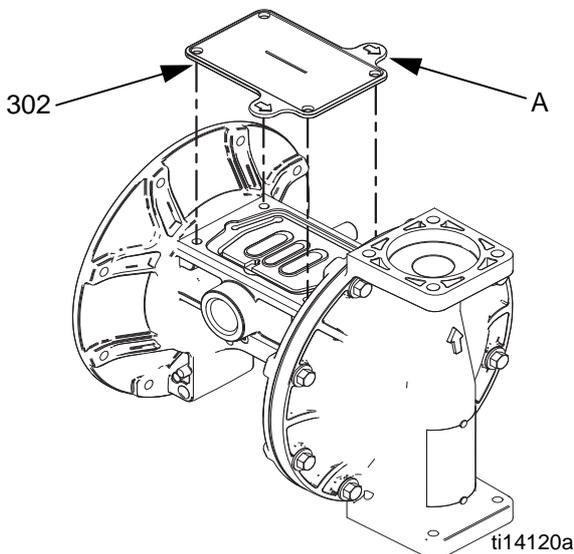

FIG. 9. Attrezzo per coperchio del fluido
- c. Ingrassare le guarnizioni a U dell'albero (106) la lunghezza e le parti finali dell'albero della membrana (104). Inserire l'albero nell'alloggiamento.
- f. Rimontare il primo coperchio del fluido (3). Vedere **Istruzioni per il serraggio**, pagina 18.
- a. Vedere FIG. 9. Collocare lo strumento fornito (302) dove normalmente va la guarnizione della valvola dell'aria (108). Le frecce (A) devono essere rivolte verso il coperchio del fluido già montato.